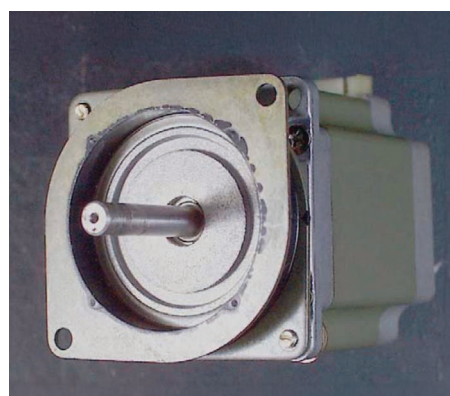

Bild 9: Schrittmotoren mit Schwingungsdämpfer
- **Vibrationen:** Schrittmotoren verursachen bei niedrigen Geschwindigkeiten niederfrequente Vibrationen, die durch Gummidämpfung reduziert werden können (Bild 9).